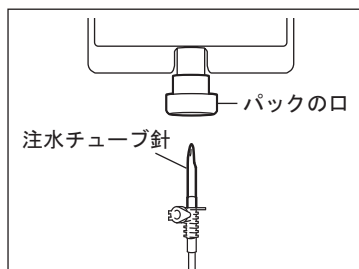

図10
- 2) 注水チューブ針を生理食塩水パックの口に差し込んでください。(図10)